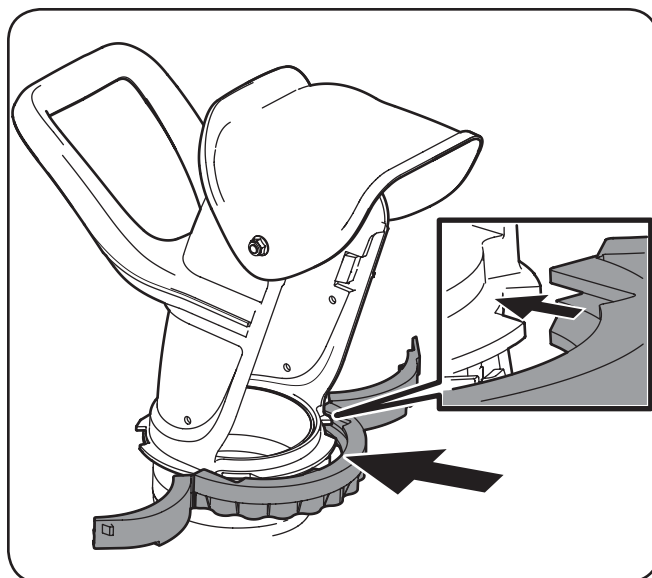

Figura 3-6
6. Con el canal de descarga ubicado hacia la derecha como se indica, coloque la banda del canal alineando las ranuras del frente con la banda, y asegurándose de calzar el canal de descarga dentro del canal de la banda para el canal, como se indica en el recuadro de la Figura 3-6.